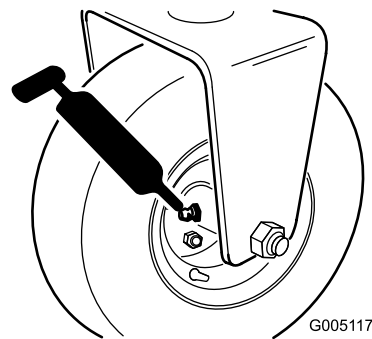

Figura 39
- El conjunto del buje del rodillo trasero, o si está equipado con un kit de tracción a 3 ruedas, los embragues de rodillos de la rueda trasera y el cojinete de bolas externo (1) (Figura 39).